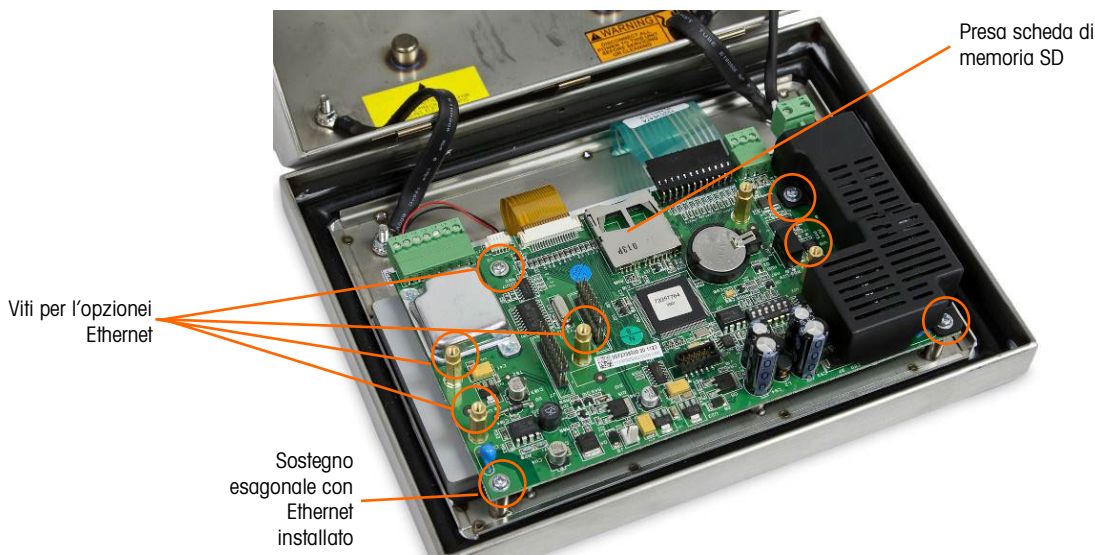

Figura 5-14: Montaggio viti per scheda madre, versione analogica
4. Svitare e rimuovere le quattro viti che bloccano la scheda madre all'armadietto. La loro posizione è indicata in Figura 5-14. Se è installata l'opzione ethernet, una vite viene sostituita con un sostegno esagonale. Servirsi di una chiave a cacciavite da 6 mm o di un cacciavite a lama dritta per rimuovere il sostegno esagonale dalla sua posizione.
6. Se è installata una scheda di memoria SD, premere verso l'interno per liberare la scheda dalla presa, poi rimuovere la scheda e trattenere la scheda da installare nella scheda madre di sostituzione. Per l'alloggiamento della scheda di memoria SD, fare riferimento alla Figura 5-9 o alla Figura 5-14.
2. Posizionare la scheda madre sopra i fori delle quattro viti nell'armadietto del terminale, come indicato in Figura 5-14.
3. Installare le quattro viti. Se deve essere utilizzata l'opzione Ethernet, una delle viti viene sostituita con un sostegno esagonale. Per la posizione del sostegno esagonale, fare riferimento alla Figura 5-14.